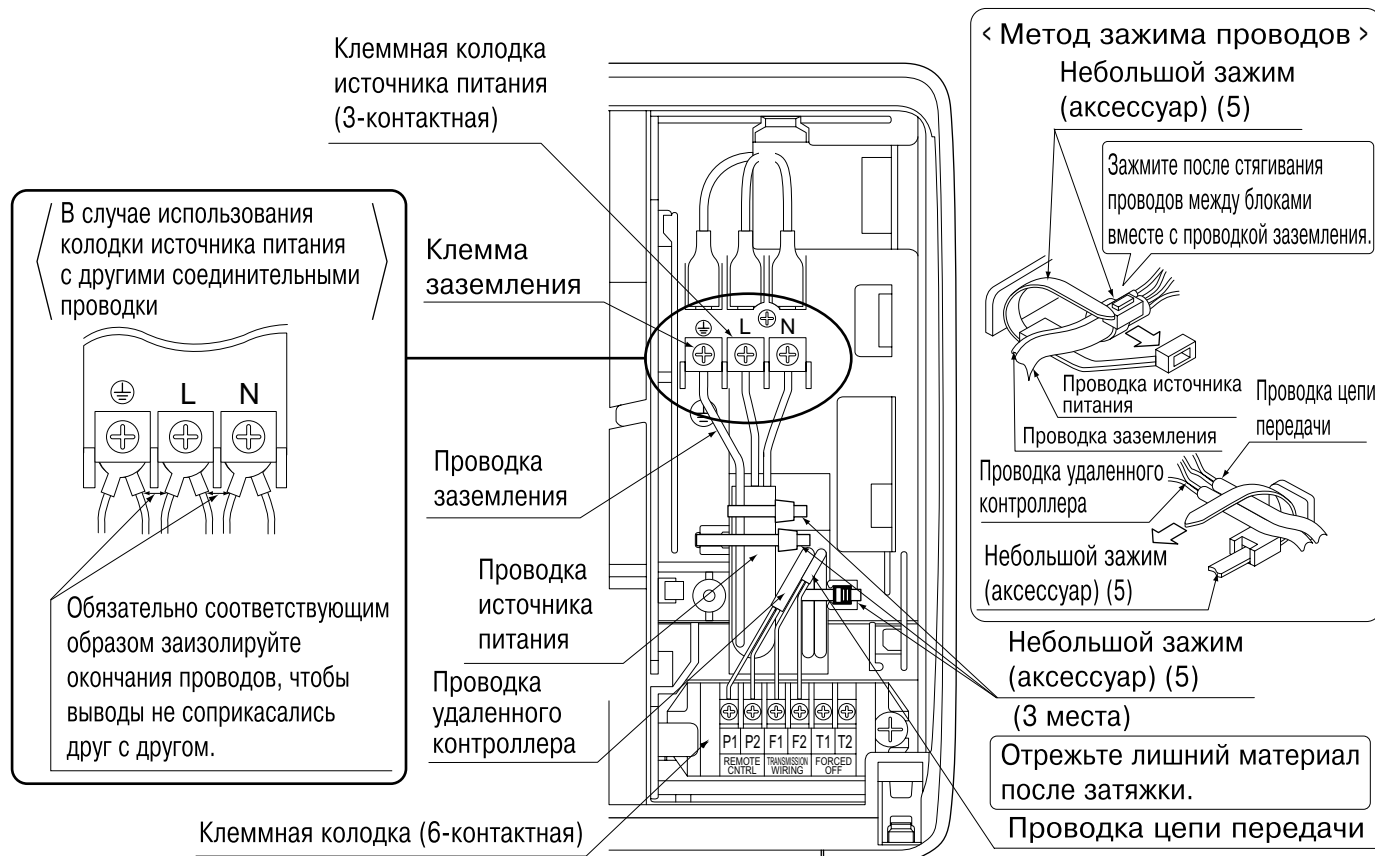

Рис. 21
При данном подключении, стяните провода источника питания и проводку заземления входящим в комплект поставки зажимным приспособлением (небольшим) (5), а затем плотно сожмите входящее в комплект зажимное приспособление (небольшое) (5) согласно рисунку. **(См. рис. 21)**
При данном подключении, стяните проводку удаленного контроллера и проводку цепи передачи входящим в комплект поставки зажимным приспособлением (небольшим) (5), а затем плотно сожмите входящее в комплект поставки зажимное приспособление (небольшое) (5) согласно рисунку. **(См. рис. 21)**